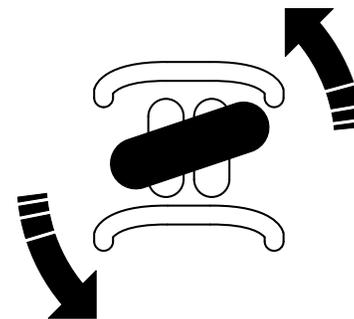

Рисунок 17
- Чтобы повернуть налево, поверните орган управления тягой против часовой стрелки (Рисунок 17).